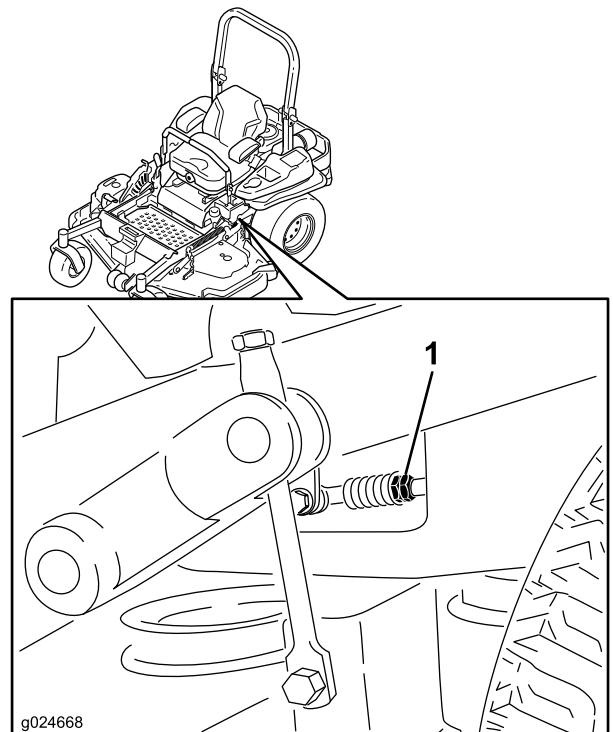

Figure 78
8. Réglez la longueur des tiges de commande de pompe en tournant les doubles écrous dans le sens voulu jusqu'à ce que les roues tournent légèrement en arrière (Figure 78).